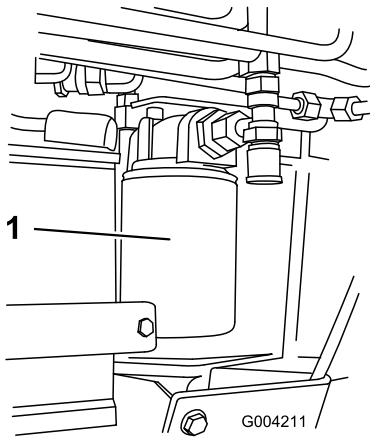

Figura 64
4. Coloque un recipiente debajo del filtro (Figura 64).
5. Retire el filtro usado (Figura 64) y limpie con un paño la superficie de la junta del adaptador del filtro.
7. Instale el filtro hidráulico nuevo en el adaptador del filtro (Figura 64). Apriete el filtro en el sentido de las agujas del reloj hasta que la junta de goma entre en contacto con el adaptador del filtro, luego apriete el filtro $\frac{3}{4}$ vuelta más.